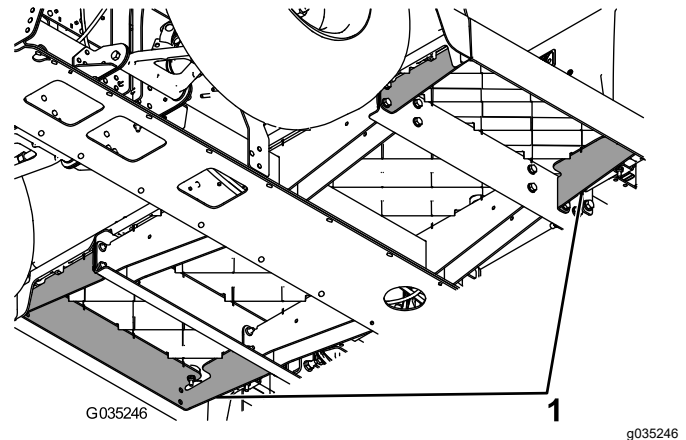

Figura 4
3. Retire uno de los soportes existentes de la chapa de suelo (Figura 4).
- Retire el otro soporte existente de la chapa de suelo (Figura 4).